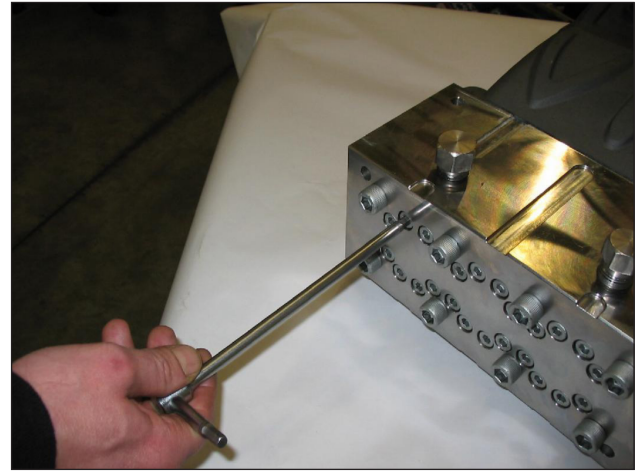

Fig. 16
- Solte, sem remover, os parafusos M8x100 de fixação das camisas no cabeçote, conforme indicado na Fig. 16, de modo a deixá-los livres.